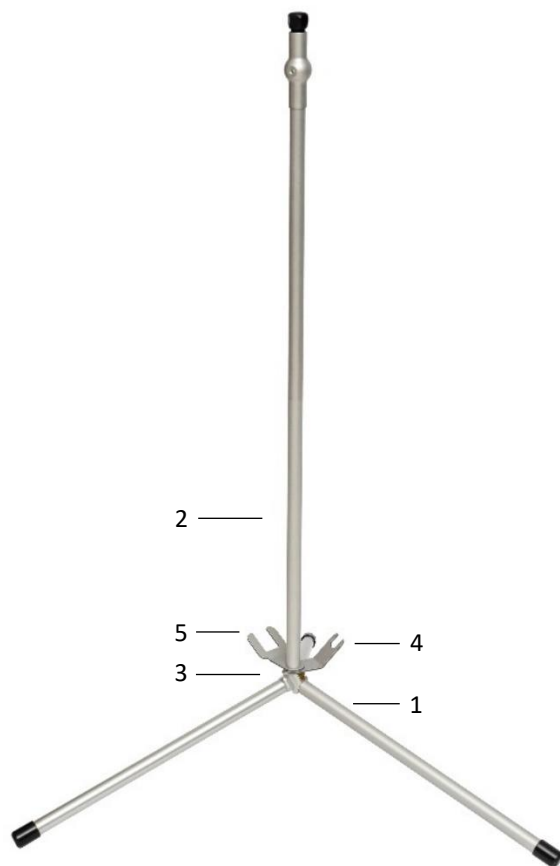

Рисунок 19 – Немагнитная тренога в сборе кронштейнами
1. Собрать треногу (Рисунок 19), соединив три опоры (1) треноги с пластиковыми наконечниками и одну штангу (2) для закрепления датчика, скрепив их при помощи соединительного элемента (3).
2. Зафиксировать кронштейны цифрового блока (4) и аналогового блока датчика (5) между соединительным элементом (3) и штангой (2).